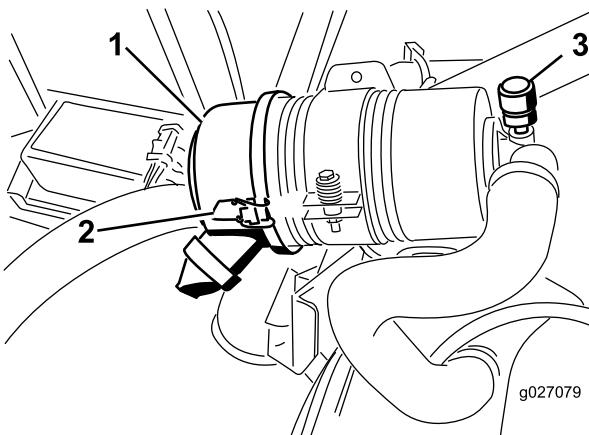

Figure 55
Faites l'entretien du filtre à air uniquement quand l'indicateur de colmatage (Figure 55) indique que cela est nécessaire. Changer le filtre à air prématûrement ne fait qu'accroître le risque de contamination du moteur par des impuretés quand le filtre est déposé.
1. Desserrez les attaches qui fixent le couvercle sur le boîtier du filtre à air (Figure 55).